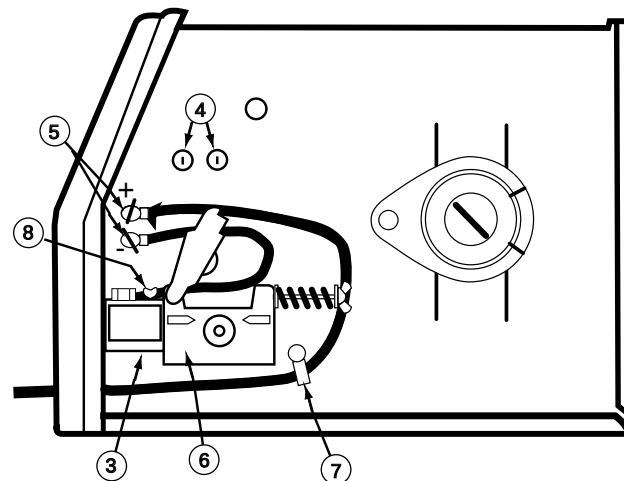

Figura 1
Véase la Figura 1
Véase Figura 1.
2. Pase la punta aislada del cable de trabajo que tiene la terminal de conexión a través del orificio pequeño para Acceso del Cable de Trabajo (1) al frente de la máquina.
3. Enrute el cable por debajo y atrás de la caja de engranajes del Mecanismo de Alimentación (6).
4. **Sólo para GMAW:** Véase la Figura 1. De fábrica la máquina viene conectada con una polaridad positiva de electrodo. Esta es la configuración adecuada para el proceso GMAW (MIG). Para terminar la instalación, utilice la tuerca que se proporciona para conectar la terminal del cable de trabajo a la terminal (5) de salida negativa (-) localizada debajo de la Caja de Engranajes de Alimentación de Alambre. Asegúrese que las tuercas estén bien apretadas.
1. Consulte la Figura 1. Desconecte la máquina o coloque el interruptor de encendido en la posición "O" (APAGADO).
2. Pase una por una las puntas aisladas de los cables de control del gatillo de la antorcha, a través de la Ranura de Acceso del Cable de Control y del Cable de la Antorcha (2) en el frente del gabinete. Los cables deberán pasar por debajo de la Caja de Engranajes de Alimentación de Alambre (6) y a través del Sujetador de Cable (7) en el panel interno.
3. Inserte el conector del cable conductor de la antorcha a través del Orificio de Acceso del Cable de la Antorcha (2), en el frente del gabinete de la MIG PAK. Asegúrese de que el conector entre totalmente en el bloque conector de latón. Si el conector de la antorcha no entra por completo, desenrosque un poco el tornillo mariposa del bloque conector. Gire el conector para que los cables de control queden abajo, y apriete el Tornillo Mariposa (8) del bloque conductor.